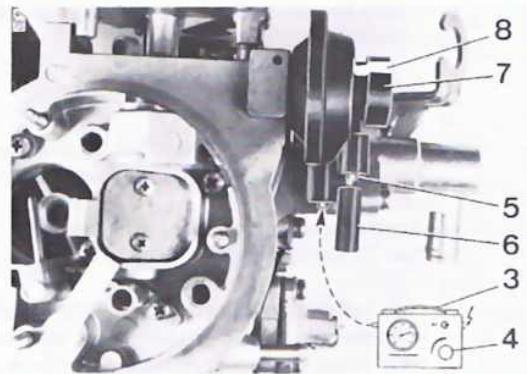

Bild 29
Vakuumentester (3) gemäß Bild 29 angeschlossen, Regelventil (4) geschlossen.
- Starterklappe durch Drücken des Hebels (1) geschlossen halten und Druckdifferenz von ca. 750 mbar herstellen (Pulldown überdrücken).
- Hebel (1) loslassen und Anschluß (5) mit Kappe (6) verschließen.